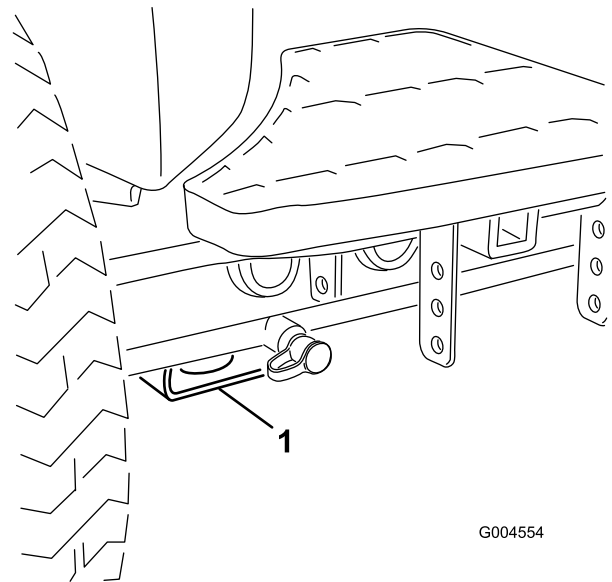

Figure 40
- Avant – patin rectangulaire sous le tube d'essieu, à l'intérieur de chaque roue avant (Figure 40).